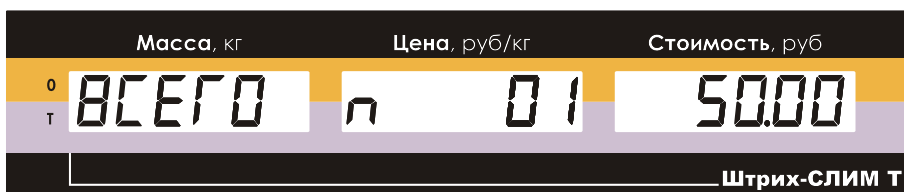

Рисунок 65. Показания дисплея в режиме "Итоговая сумма".
- нажмите клавишу , весы войдут в режим "Итоговая сумма" (см. Рисунок 65):